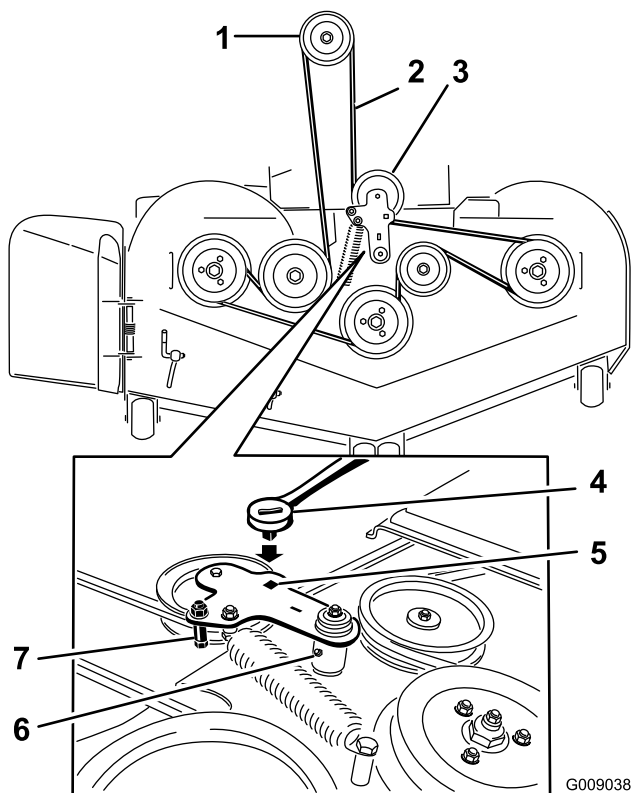

Figura 58
5. Inserite un cricchetto nel foro quadrato del braccio di rinvio per allentare la molla del tenditore (Figura 58).
7. Togliete il guidacinghia dal braccio di rinvio a molla mostrato in Figura 58.
9. Montate la nuova cinghia attorno alle pulegge del tosaerba e alla puleggia della frizione, sotto il motore (Figura 58).
10. Montate il guidacinghia sul braccio di rinvio mostrato in Figura 58.
11. Con il cricchetto nel foro quadrato, montate la molla del tenditore (Figura 58).